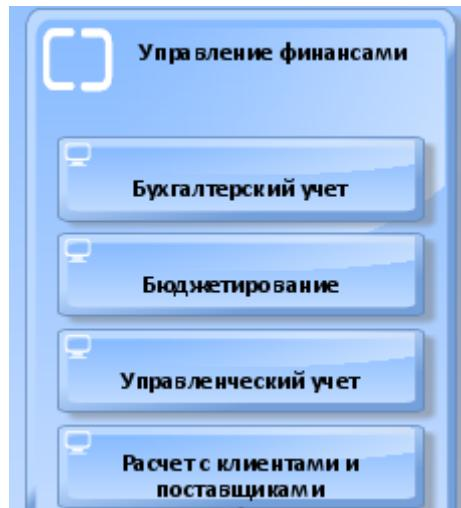

Рисунок 5.4
3. В область объекта «Интегрированная система управления предприятием» поместить объект «Domain» с названием «Управление финансами», включающий следующие объекты «IT system» (рисунок 5.4):